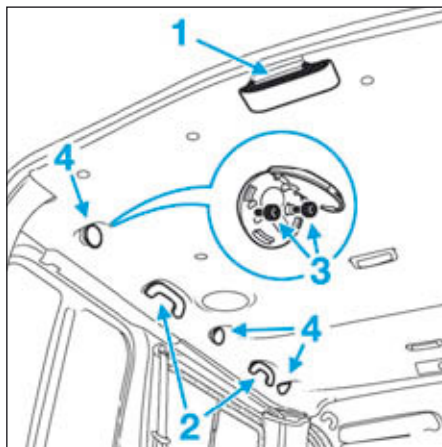

FIG.61
- Déclipper (Fig.61) :
- le cache (1) de gâche de portes arrière,
- les poignées de maintien (2).
- Déposer les pions (3) des caches de fixation de filet.
- Déclipper les caches (4) de fixation de filet.